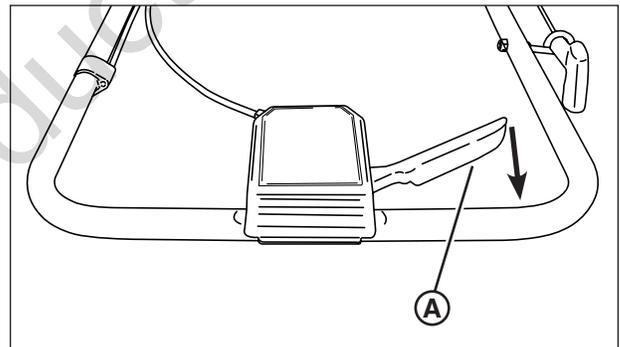

Figure 4: Commande d'entraînement de la tondeuse
2. Serrer progressivement la commande d'entraînement (**A, Figure 4**) vers le poignée pour embrayer l'entraînement des roues et faire avancer la tondeuse. Pour augmenter la vitesse de marche avant, serrer la commande d'entraînement plus près du poignée.